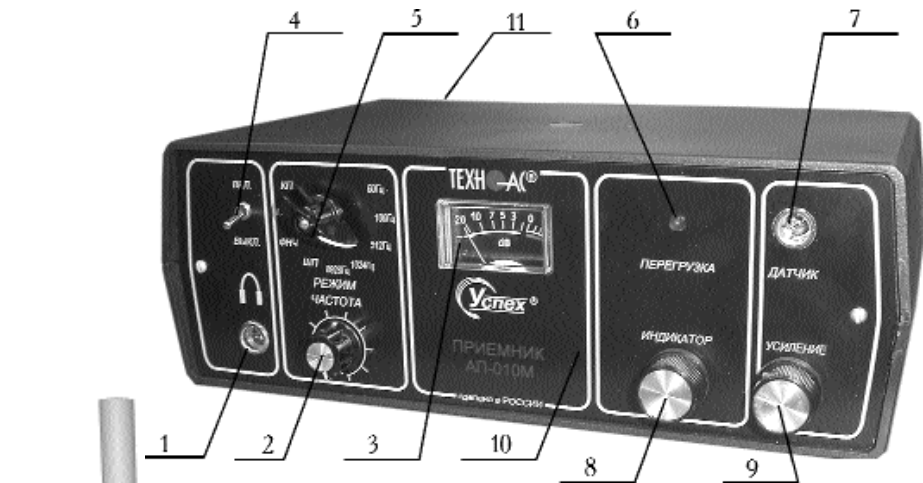

Рис. 2. Основные части приемника и органы управления
Составные части прибора и органы управления приведены на рис.2.
Через разъем поз.1 рис.2 к прибору подключаются головные телефоны. Следует отметить, что в разьеме головных телефонов впаина перемычка, через которую в прибор поступает напряжение питания. Без подключения головных телефонов приемник будет обесточен.
Через разъем для подключения датчиков поз.7 рис.2 осуществляется подключение к приемнику датчиков (акустического или электромагнитного).
Включение прибора осуществляется тумблером выключателя питания поз.4 рис.2. Выбор режима работы осуществляется переключателем режима работы поз.5 рис.2. В приемнике предусмотрены следующие режимы работы:
Переключателем выбора частоты поз.2 рис.2 выбирается частота фильтров в режимах “ФНЧ”, “ПФ” течеискателя в десяти частотных диапазонах.
По стрелочному индикатору поз.3 рис.2 оператор контролирует изменения уровня принимаемого сигнала. Особенно полезен стрелочный индикатор в режиме трассоискателя, так как по стрелочному индикатору более точно определяется месторасположение трассы, чем по звуковому сигналу в головных телефонах оператора.
Ручки регулировки усиления поз.9 рис.2 и усиления индикатора поз.8 рис.2 предназначены для вывода информации в удобном виде как на головные телефоны, так и на стрелочный индикатор.
Для исключения перегрузки входа в приборе предусмотрен индикатор пиковой перегрузки поз.6 рис.2. Прибор будет работать с искажением, если индикатор будет находиться в светящемся состоянии.
- включить режим контроля питания поз.5 рис.2;